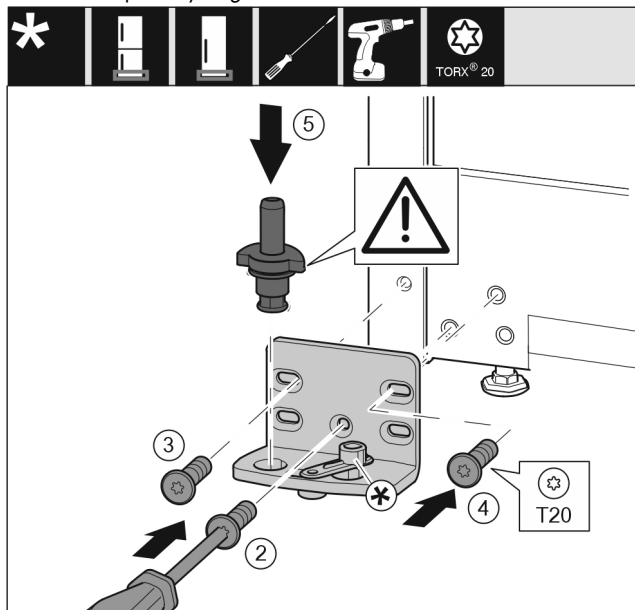

Fig. 36
- ▶ Установите опорный кронштейн с другой стороны и прикрутите с помощью отвертки T20. Начинайте с винта 2 снизу в центре. Fig. 36 (2)
- ▶ Затяните винты 3 и 4. Fig. 36 (3,4)
- ▶ Установите опорный палец в сборе. При этом следите за тем, чтобы выступ фиксатора был направлен назад. Fig. 36 (5)
- ▶ Установите опорный кронштейн с другой стороны и прикрутите с помощью отвертки T20. Начинайте с винта 2 снизу в центре. (2)*
- ▶ Поверните соединительный элемент амортизатора закрывания дверей на 180°. Прикрутите с другой стороны опорного кронштейна при помощи отвертки T20. (5)*
- ▶ Установите опорный палец в сборе. При этом следите за тем, чтобы выступ фиксатора был направлен назад. (6)*